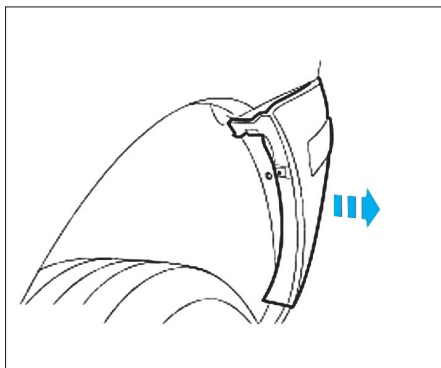

Fig. 94
• Déposer les panneaux de garnissage latéraux de couvercle de pare-chocs (Fig.94).